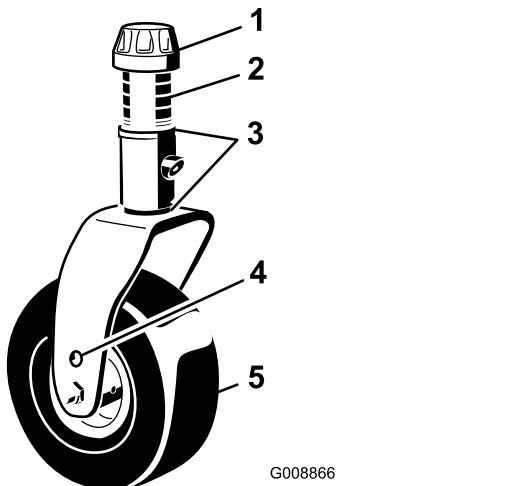
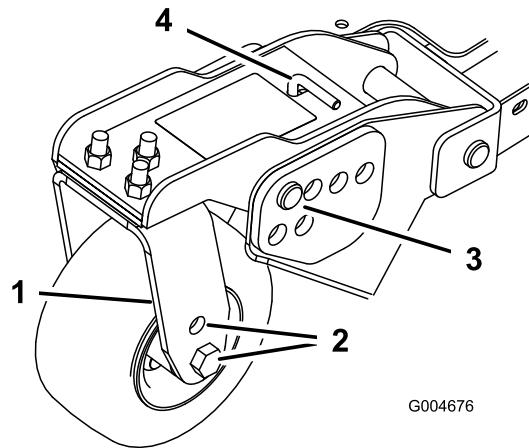
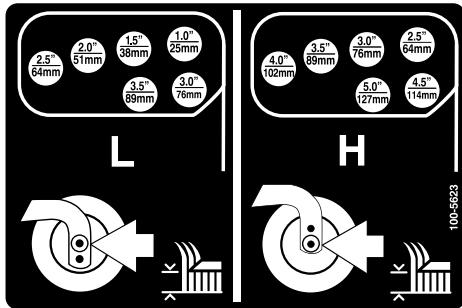

Bild 26
Bild 28
Bild 29
1. Stecken Sie die Laufradachsen in allen Laufradgabeln in die gleichen Löcher (Bild 26 und Bild 28).
2. Entfernen Sie die Spannkappe von der Spindelwelle und ziehen die Spindel aus dem Laufradarm heraus (Bild 26).
5. Entfernen Sie den Splint und die Lastösenbolzen von den Laufradgelenkarmen (Bild 28).
6. Drehen Sie die Spannstange, um den Gelenkarm anzuheben oder abzusenken, bis die Löcher mit den ausgewählten Löchern in der Schnitthöhenhalterung im Mähwerkrahmen ausgerichtet sind (Bild 28 und Bild 29).